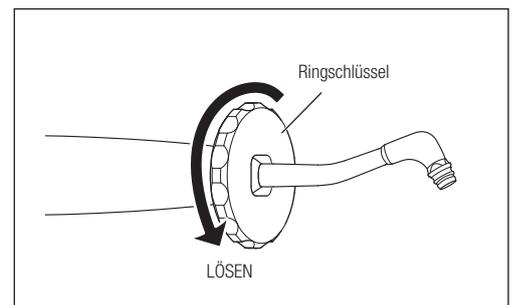

Abb. 40
- 1) Setzen Sie den mitgelieferten Ringschlüssel vom der Düsen Spitze aus auf, lösen Sie die Düse und entfernen Sie diese vom Handstück (Abb. 40).